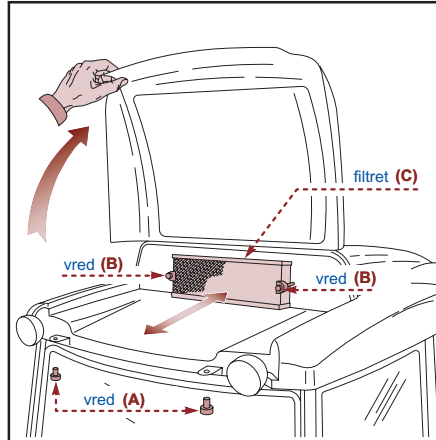
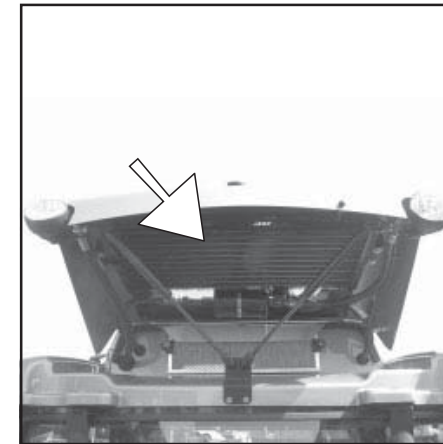

Fig. 84
Fig. 85
Luftfiltret är placerat på taket under kupolen. Gör följande vid rengöring (fig. 84):
Kondensorn (fig. 85) ska rengöras vid behov eller minst var 50:e driftimme. Kondensorn är placerad på taket under luckan. Gör följande vid rengöring:
- 1 - Lossa låsrattarna (A fig. 84), lyft upp luckan och vrid den bakåt så att du kommer åt kondensorn för rengöring (fig. 85).